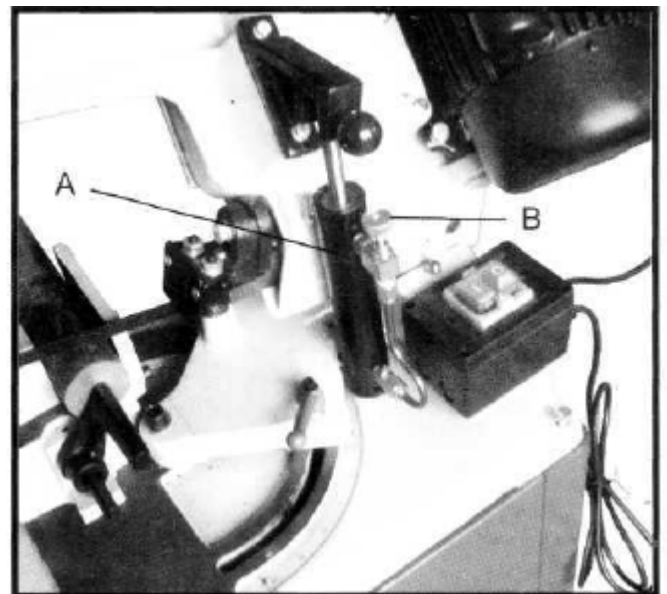

Fig. 12
2. Un vérin hydraulique réglable (A), Fig. 12, raccordé au bras de la scie, permet de réguler la vitesse d'abaissement de la lame vers la pièce.
3. La vanne tournante (B), Fig. 12, en haut du vérin hydraulique, est pré-réglée en usine. Cette vanne permet de soulager la pression au cas où le bras de la scie reste bloqué en position basse. N'essayez pas de modifier le réglage de la vanne.